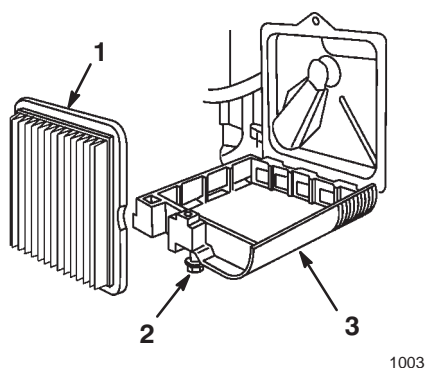

Figure 10
3. Desserrez la vis qui fixe le couvercle du filtre à air au moteur (Fig. 10).
5. Enlevez et jetez l'élément filtrant en papier usagé (Fig. 10).